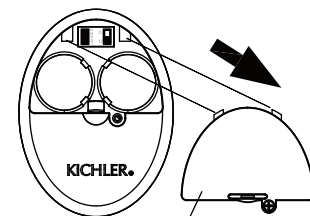

Figura 27
Paso 2. Con un destornillador, quite la tapa de las pilas del dispositivo y guarde el tornillo para usarlo más tarde. (Figura 27)